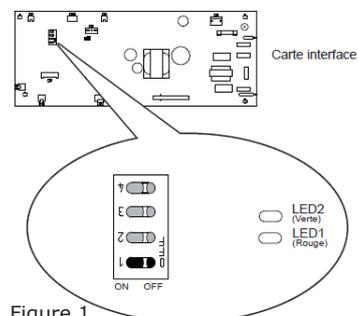

Figure 1
5. Mettre le **DIP SW1** de la carte d'interface sur **ON** (figure 1).